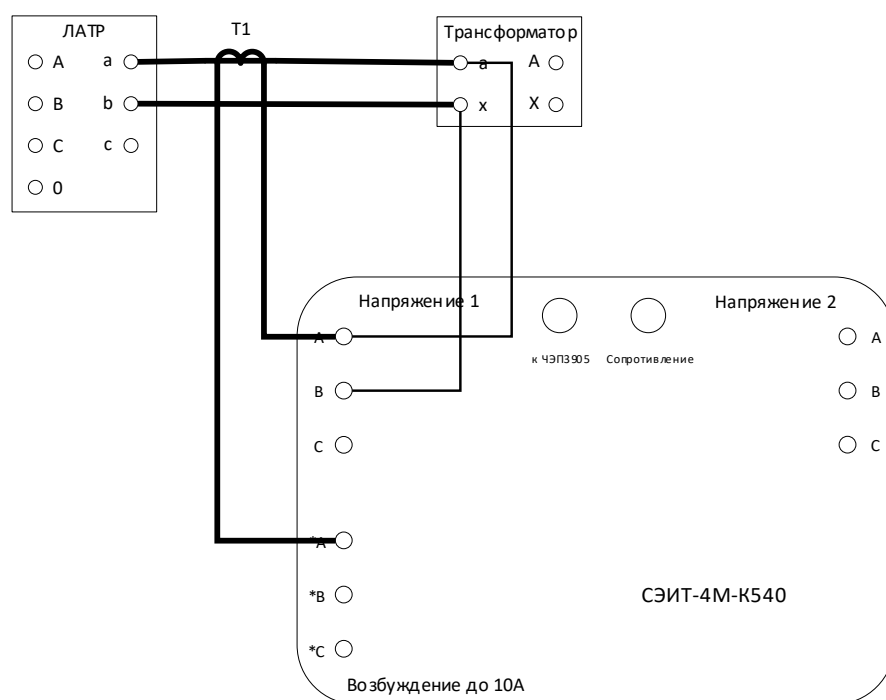

Рис. 23. Однофазная схема с использованием внешнего ИТТ.
**5.5.1.1.** При однофазном подключении с использованием внешнего измерительного трансформатора тока (ИТТ) должна использоваться схема, представленная на рис. 23. Толстые соединительные линии на схеме – токовые провода соответствующего сечения (зависит от испытательных токов). Тонкие соединительные линии – потенциальные провода для измерения напряжения (допускаются провода небольшого сечения).